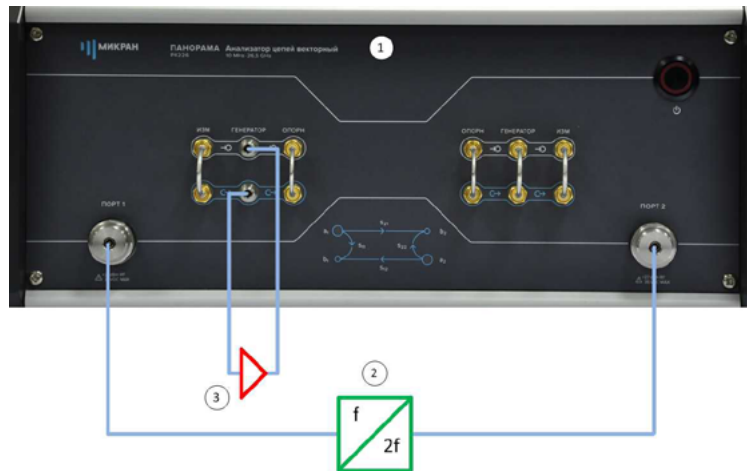

Рис. 10. Измерение с усилением зондирующего сигнала с опцией «ДПА»:
Данная схема не позволяет провести измерение коэффициента отражения (S_{11}) от MD701 из-за используемого усилителя. Для проведения корректных измерений SC21, S_{11} необходимо устанавливать усилитель между портами «Генератор. выход» и «Генератор. вход», как изображено на рис. 10.
Проведение измерения в соответствии со схемой на рис. 10 требует наличия опции «ДПА» для обеспечения прямого доступа к генератору, а так же опции «СЧП» (смещение частоты приемника), так как измеряемое устройство (умножитель) является частотно-преобразующим.
8. После выполнения всех калибровок собираем измерительную схему, изображённую на рис. 10.